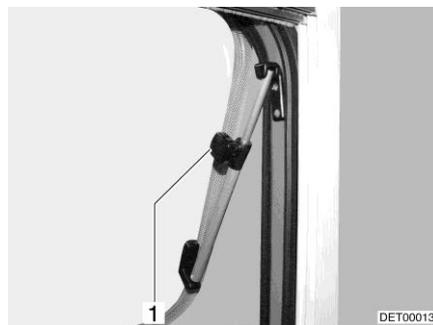

Fig. 120 Lanterneau avec bras pivotants, ouvert
- Ouvrir le lanterneau jusqu'à la position voulue et le bloquer avec la molette (Fig. 120,1).
- Tourner la molette (Fig. 120,1) jusqu'à ce que le dispositif de blocage soit libéré.